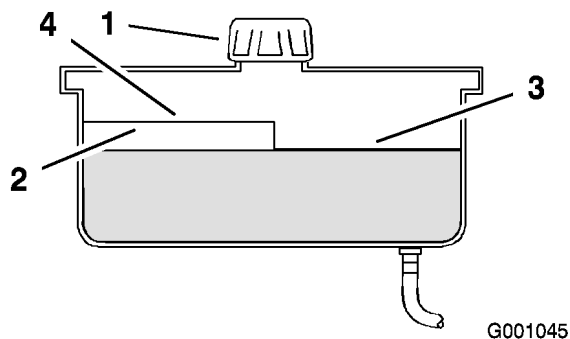

Figure 55
- Nettoyez la surface autour du goulot de remplissage du réservoir hydraulique (Figure 55).
- Enlevez le bouchon du goulot de remplissage et vérifiez si le réservoir contient du liquide (Figure 55).
Remarque: Lorsque l'huile est chaude, le niveau de liquide doit atteindre le haut du repère "à chaud" sur le déflecteur (Figure 55).